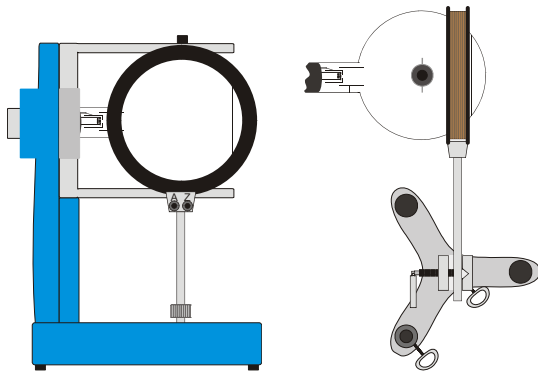

Fig. 2 Inserire la bobina (a sinistra: nel portatubi, a destra: sullo stativo)
- Inserire una bobina nel portatubi in modo tale da racchiudere lo schermo fluorescente. In alternativa, la bobina può anche essere montata su uno stativo (vedi fig. 2).